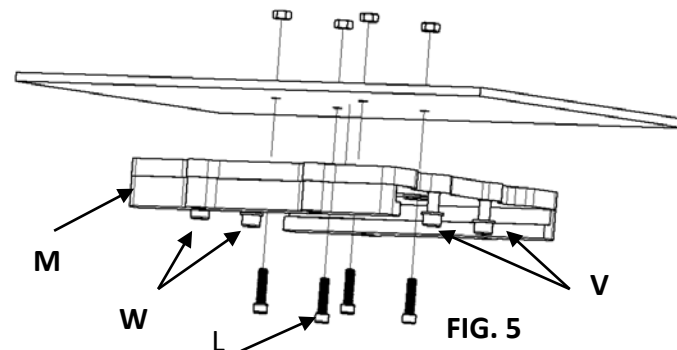
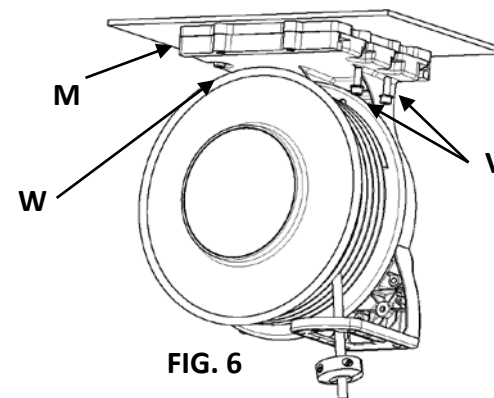

FIG. 5
FIG. 6
◆ Secure mounting bracket "M" with four bolts "L" to the panel (Fig. 5).
◆ Remove (2) bolts "V" (Fig. 5), while leaving hex nuts in slots, slide the reel in the mounting bracket "M" and secure with (2) bolts "V" and (2) bolts "W". (Fig. 6).
◆ Fixer solidement le support de montage "M" au panneau (Fig. 5) avec quatre boulons "L".
◆ Retirer (2) boulons "V" (Fig. 5), en laissant les écrous hexagonaux dans les fentes, faire glisser l'enrouleur sur le support de montage "M" et fixer avec (2) boulons "V" et (2) boulons "W". (Fig. 6).
◆ Asegure el brazo de montaje "M" con cuatro tornillos "L" al panel (Fig. 5).
◆ Retirar (2) tornillo "V" (Fig. 5), dejando las tuercas hexagonales en las ranuras, deslice el carrete al brazo de montaje "M" y asegúrelo con (2) tornillos "V" y (2) tornillos "W". (Fig. 6).